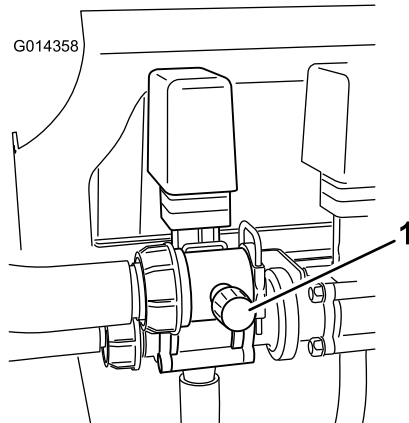

Figura 18
9. Ajuste la válvula de desvío de agitación (Figura 18), situada en la parte trasera de la válvula de agitación, hasta que la presión marcada en el manómetro sea de 100 psi.